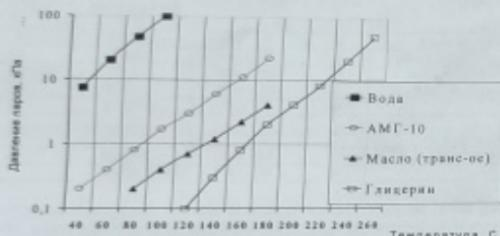

Рис. 5
3. Для измерения вакуума разделитель и прибор должны быть заполнены только с использованием вакуумного оборудования! При этом решающее значение имеет давление насыщенных паров жидкости при рабочей температуре. По достижении этого давления в процессе эксплуатации произойдет вскипание измерительной жидкости и процесс измерения будет прерван. Проблема усугубляется в случае высоких рабочих температур. Поэтому для надежной работы разделителя в этом случае необходимо применять жидкости с минимальным давлением насыщенных паров. Ниже приведены данные по давлению паров (в кПа) некоторых широко применяемых жидкостей (см. рис. 5).